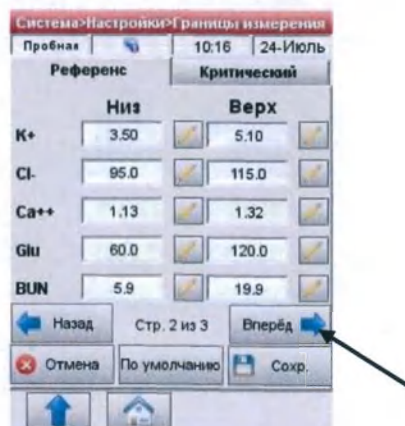

Рис.3-35 Введение границ 2
4. Нажмите  чтобы перейти к странице 2 и 3 с упомянутыми параметрами (Рис.3-35).